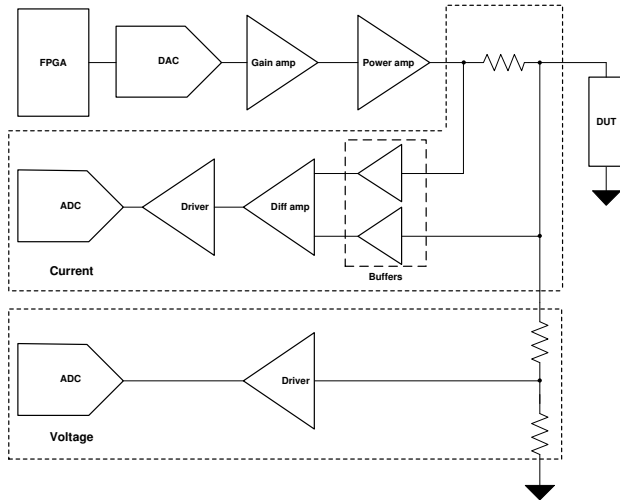

図 1. 半導体テスターの代表的なブロック図
デバイスに対して正しい条件を確実に印加するには、電圧と電流のフィードバックを測定する必要があります。図 1 に、計測アンプ (IA) を使用して電流測定を実装し、分圧器を使用して電圧測定を実装し、両方の測定結果を別々の A/D コンバータ (ADC) にドライバで入力する様子を示します。